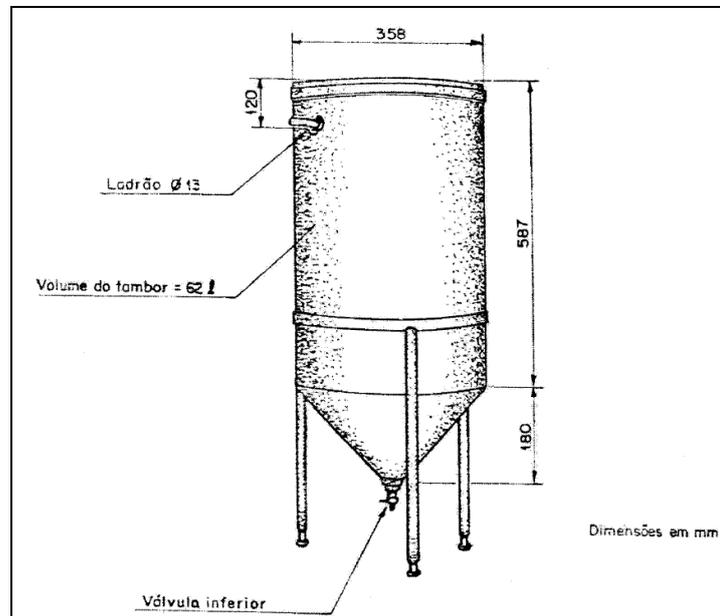

Figura 2 – Tambor de Teste
- 5.6_ Tambor de teste (Figura 2);